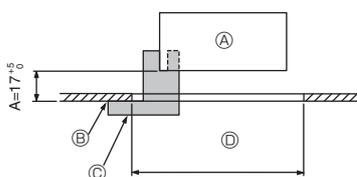
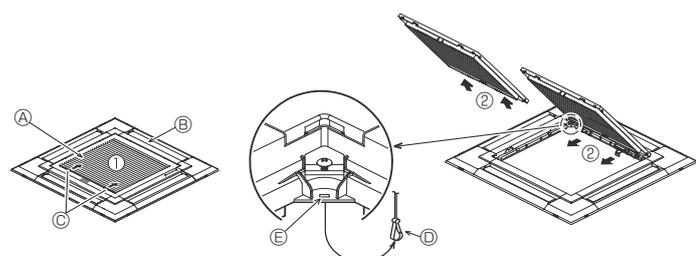
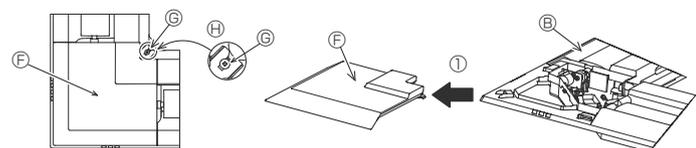

Fig. 9-2
Fig. 9-3
Fig. 9-4
①	Grille	1	950 × 950 (mm)
②	Schéma d'installation	1	(Divisé en 4 parties)
③	Vis (4 × 16)	1	Pour PLP-6EAE, PLP-6EALME2
④	Panneau en coin i-see sensor	1	Pour PLP-6EAE, PLP-6EALME2
⑤	Télécommande sans fil	1	Pour PLP-6EALM2, PLP-6EALME2
⑥	Support de la télécommande	1	Fournie s'il s'agit d'un modèle avec télécommande sans fil. *
⑦	Piles LR6 AA	2	Fournie s'il s'agit d'un modèle avec télécommande sans fil. *
⑧	Vis autotaraudeuses 3,5 × 16	2	Fournie s'il s'agit d'un modèle avec télécommande sans fil. *
9.2. Préparation avant d'attacher la grille (Fig. 9-2)
• À l'aide de la jauge ② fournie avec ce kit, ajustez et vérifiez la position de l'appareil principal par rapport au plafond. Si l'appareil principal n'est pas correctement positionné par rapport au plafond, des fuites d'air peuvent se produire et provoquer un phénomène de condensation.
- Ⓒ Schéma d'installation ② (inséré dans l'appareil principal)
9.2.1. Retrait de la grille d'admission (Fig. 9-3)
• Pour ouvrir la grille d'admission, faire glisser les leviers dans le sens indiqué par la flèche ①.
• Lorsque la grille se trouve en position "ouverte", retirer la charnière de la grille d'admission comme indiqué par la flèche ②.
9.2.2. Retrait du panneau en coin (Fig. 9-4)
• Dévissez les 4 vis de coin. Pour retirer le panneau, faites-le glisser dans le sens indiqué par la flèche ①.
[Fig. 9-3] [Fig. 9-4]